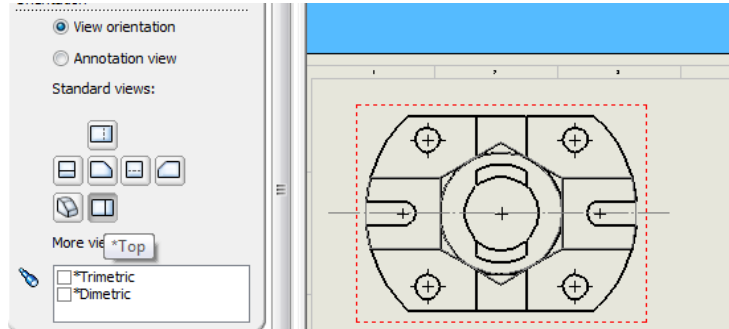

Рис. 8.1.6. Вид деталі зверху
5. Виберіть вид СВЕРХУ (FRONT), масштаб - ИСП. МАСШТАБ ЛИСТА (Use sheet scale) , і клацніть у верхньому лівому куті листа. Розмістіть проєкційний вид як показано на рис. 8.1.6.